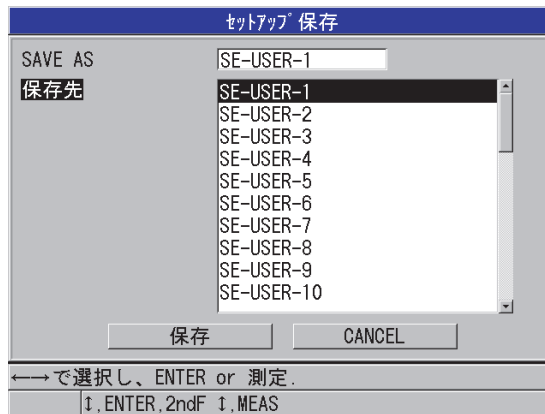

図 12-6 設定の保存
- b) セットアップ保存画面で、希望するカスタムセットアップファイル名を入力します (232 ページの図 12-6 参照)。